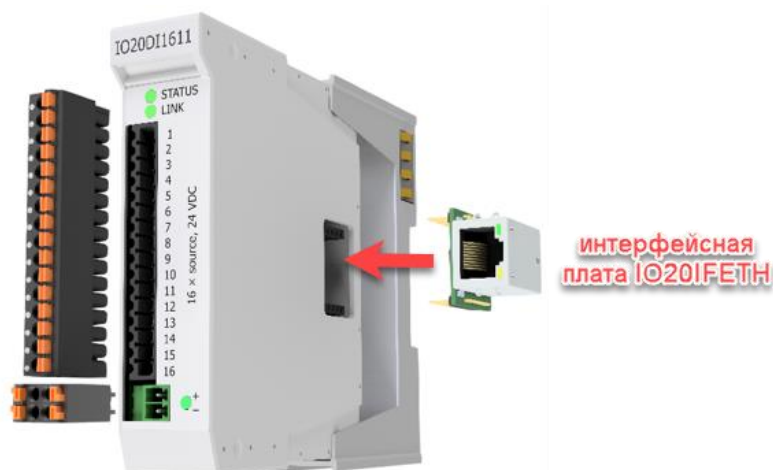

Рисунок 72 – Установка интерфейсной платы IO20IFETH
- 1) Отключите модуль от питания. Соедините модуль IO20 с интерфейсной платой IO20IFETH. Установка интерфейсной платы производится в боковой паз модуля, разъемом RJ45 к лицевой части модуля (см. рисунок 72):